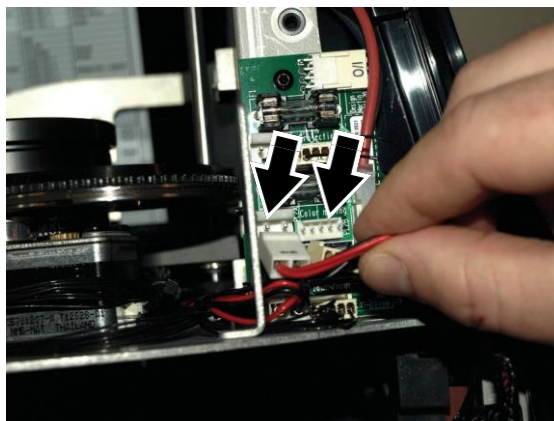

Рисунок 15: Отсоединение модуля смешения цветов
3. См. Рисунок 15. Отключить двухцветные разъемы модуля смешения цветов (отмечены стрелками) от **Смешения цветов PL2A** и **PL2B** на печатной плате головной части справа и поднять провода так, чтобы они свободно свисали.